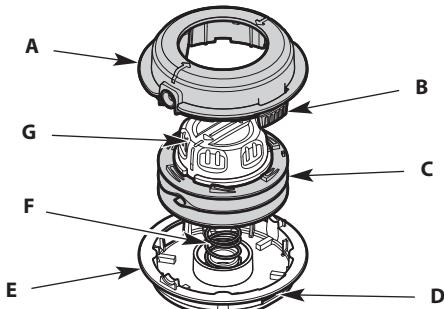

Fig. 5
- d. Remove the spool cover (Fig. 5). **DO NOT** remove the spring from the cutting head base (Fig. 5).
- e. Push the bump knob through the spool cover. (Fig. 5). If the eyelets come off, reinsert the eyelets on the spool cover.
NOTE: **DO NOT** separate the bump knob from the inner reel (Fig. 5).
- g. Use a clean cloth to clean the inner reel, cutting head base and spool cover (Fig. 5).
- h. Insert the bump knob and inner reel into the spool cover (Fig. 5).
- i. Align the tabs on the spool cover with the tab slots on the cutting head base (Fig. 5). Push the spool cover onto the cutting head base until the tabs securely snap into place.
- d. Enlevez le couvercle de la bobine (Fig. 5). **N'enlevez PAS** le ressort de la base de la tête de coupe (Fig. 5).
- e. Poussez le bouton à travers le couvercle de la bobine (Fig. 5). Si les œillets se détachent, réinsérez-les dans le couvercle de la bobine.
REMARQUE : NE séparez **PAS** le bouton de la bobine interne (Fig. 5).
- g. Utilisez un chiffon propre pour nettoyer la bobine interne, la base de la tête de coupe et le couvercle de la bobine (Fig. 5).
- h. Insérez le bouton et la bobine interne dans le couvercle de la bobine (Fig. 5).
- i. Alignez les languettes du couvercle de la bobine avec les encoches pour languettes situées à la base de la tête de coupe (Fig. 5). Poussez le couvercle de la bobine sur la base de la tête de coupe jusqu'à ce que les languettes s'enclenchent correctement.